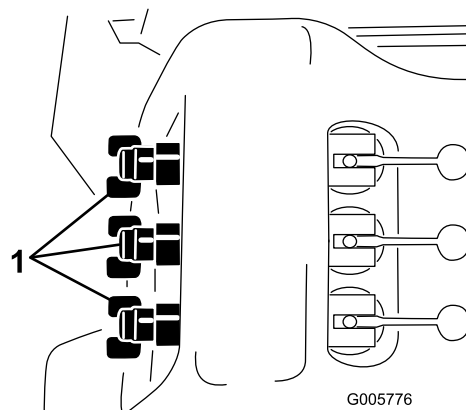

Figure 28
- Réglez la vanne de dérivation de rampe (Figure 28) située sous la soupape de commande de la rampe que vous avez mise hors service jusqu'à ce que la valeur indiquée au manomètre soit la même qu'au point 9.